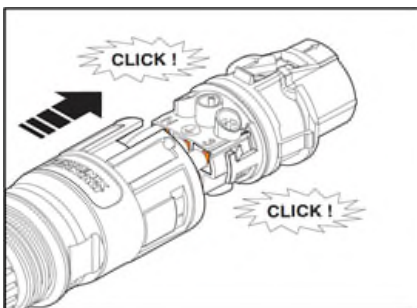

Abb. 16: Zusammenstecken
- o Ziehen sie die Schrauben am Kontaktträger mit 1 Nm an (: Adern auflegen Abb. 16).